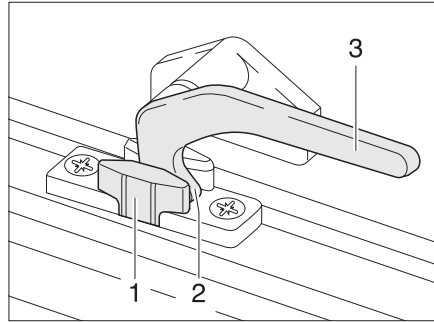

Bild 56 Verriegelungshebel in Stellung "Dauerbelüftung"
- in Stellung "Dauerbelüftung" (Bild 56)
- Den Verriegelungshebel (Bild 56,3) eine viertel Umdrehung zur Fenstermitte hin drehen.
- Den Verriegelungshebel eine viertel Umdrehung zum Fensterrahmen hin drehen. Die Verriegelungsnase (Bild 56,2) dabei in die Aussparung der Fensterverriegelung (Bild 56,1) einfahren.